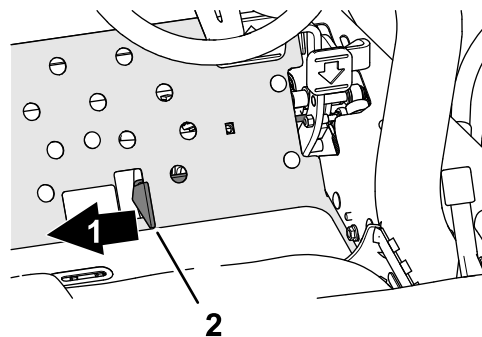

Figura 39
4. Mueva la palanca de siega/transporte hacia la derecha, hasta la posición de SIEGA (Figura 39).
2. Mueva la palanca de siega/transporte hacia la derecha hasta la posición de SIEGA (Figura 39).